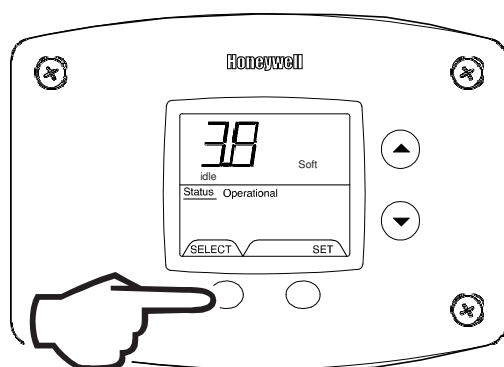

Fig. 37
7. Software Version (Display only) (Fig. 37).